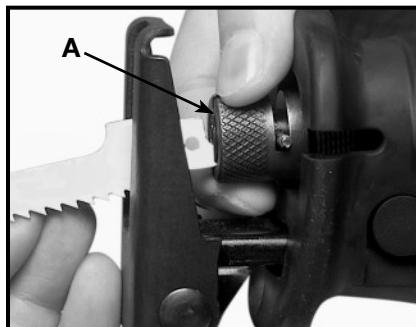

Fig. 7
- Para abrir el seguro de segueta: gire y detenga el collar de seguridad de la segueta (A) Fig. 7, en el sentido contrario a las manecillas del reloj (mirando la sierra por enfrente).